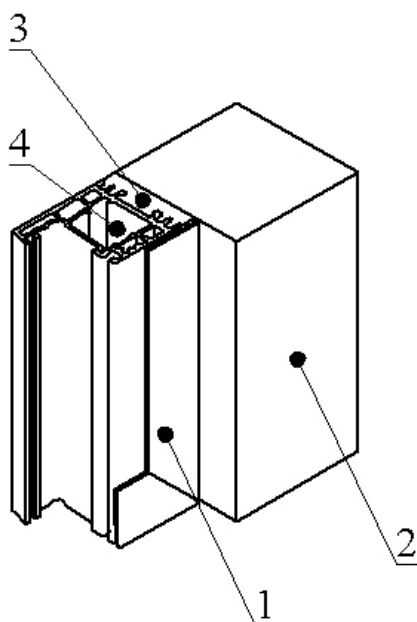

Рис.6 - Установка внутреннего нащельника
4. Установка нащельника с внутренней стороны камеры (рис.6):